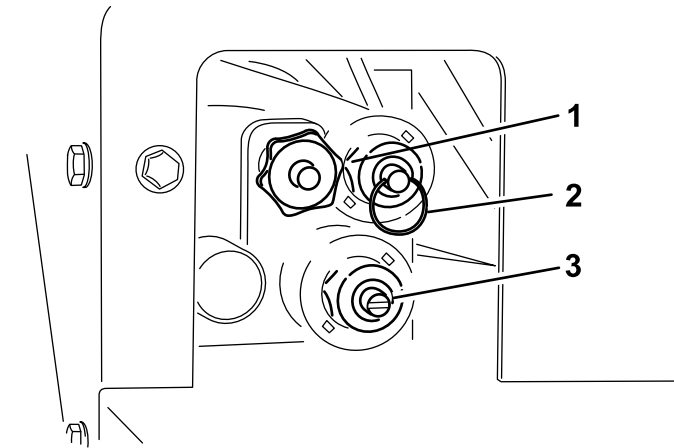

Рисунок 26
Органы управления, используемые для ручного управления, расположены на блоке управления гидравликой на стороне водителя (Рисунок 26).
- Для регулировки скорости движения транспортера (Рисунок 26) необходимо повернуть ручку по часовой стрелке. В системе цветовой кодировки используется максимальная скорость движения транспортера, поэтому регулировка скорости движения транспортера допускается только при отсутствии гидравлического потока. Это особенно важно при заполненном загрузочном бункере.
- Чтобы поднять бункер (Рисунок 26), нажмите на кольцо на штоке клапана.
- Чтобы опустить бункер (Рисунок 26), вытяните наружу кольцо на штоке клапана.
- Для регулировки скорости вращения разбрасывателя (Рисунок 26) необходимо использовать шлицевую отвертку. Вращение ручки по часовой стрелке приводит к увеличению скорости, вращение против часовой стрелки — к уменьшению скорости.